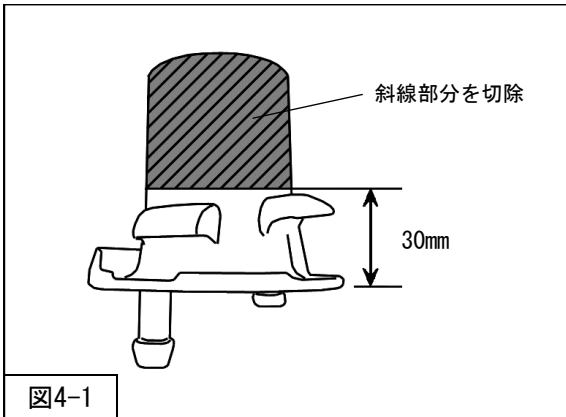

図4-1
- 1. 純正ロアマウンティングラバーを、下から30mmのところまで切除してください。(図4-1)